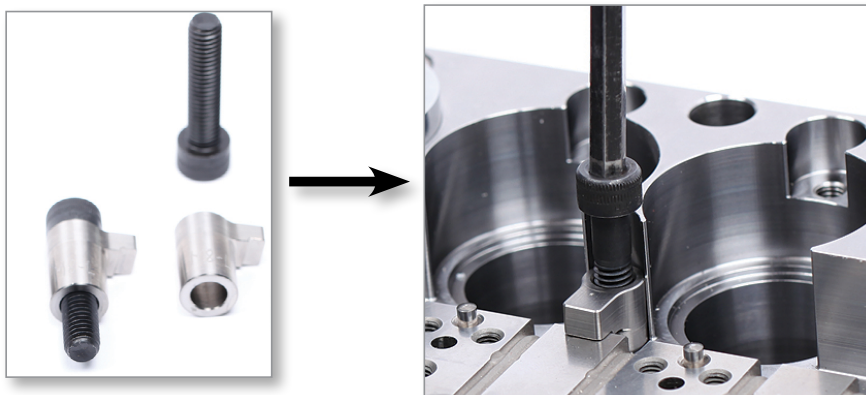

Abbildung 5-98 Seitenklemme montieren – nur bestimmte Systeme
6. Bei 8-Tropfen-Melt-Cube-Systemen mit einem Abstand von 40 oder 50 mm muss eine Seitenklemme installiert und auf 10 Nm (7,5 ft.-lb) angezogen werden. Siehe Abbildung 5-98.